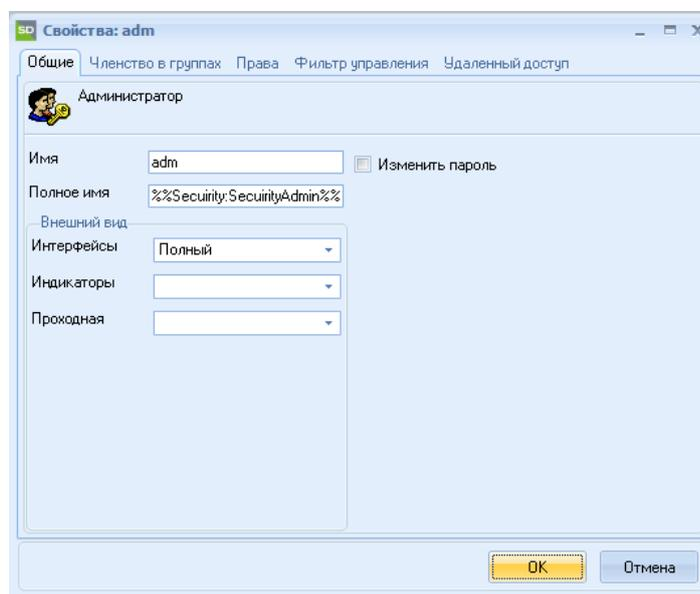

Рисунок 3.11 – Окно «Свойства пользователя», закладка «Общие»
1) На закладке «**Общие**» можно изменить «Имя», «Полное имя пользователя», и при необходимости «Пароль» (рисунок 3.11).